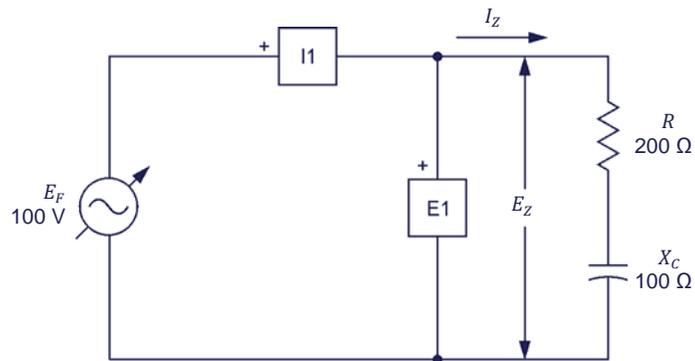

Figura 2-19. Circuito ca serie con un resistor y un condensador.
32. Monte el circuito mostrado en la figura 2-19.